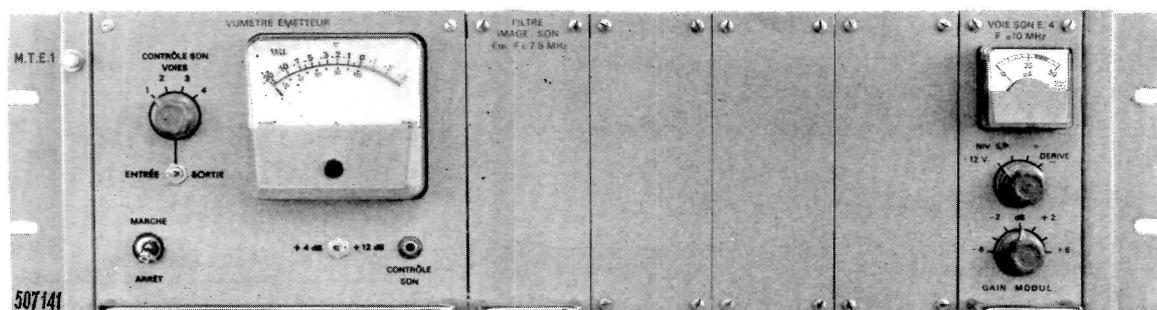

Fig. 2 - MULTIPLEXEUR AVEC UNE VOIE SON
Le multiplexeur proprement dit comprend (de gauche à droite sur la figure 2) :
- 3) Quatre tiroirs de voie son émission (ou un, comme l'indique la figure 2) qui sont, dans l'ordre, attribués à :